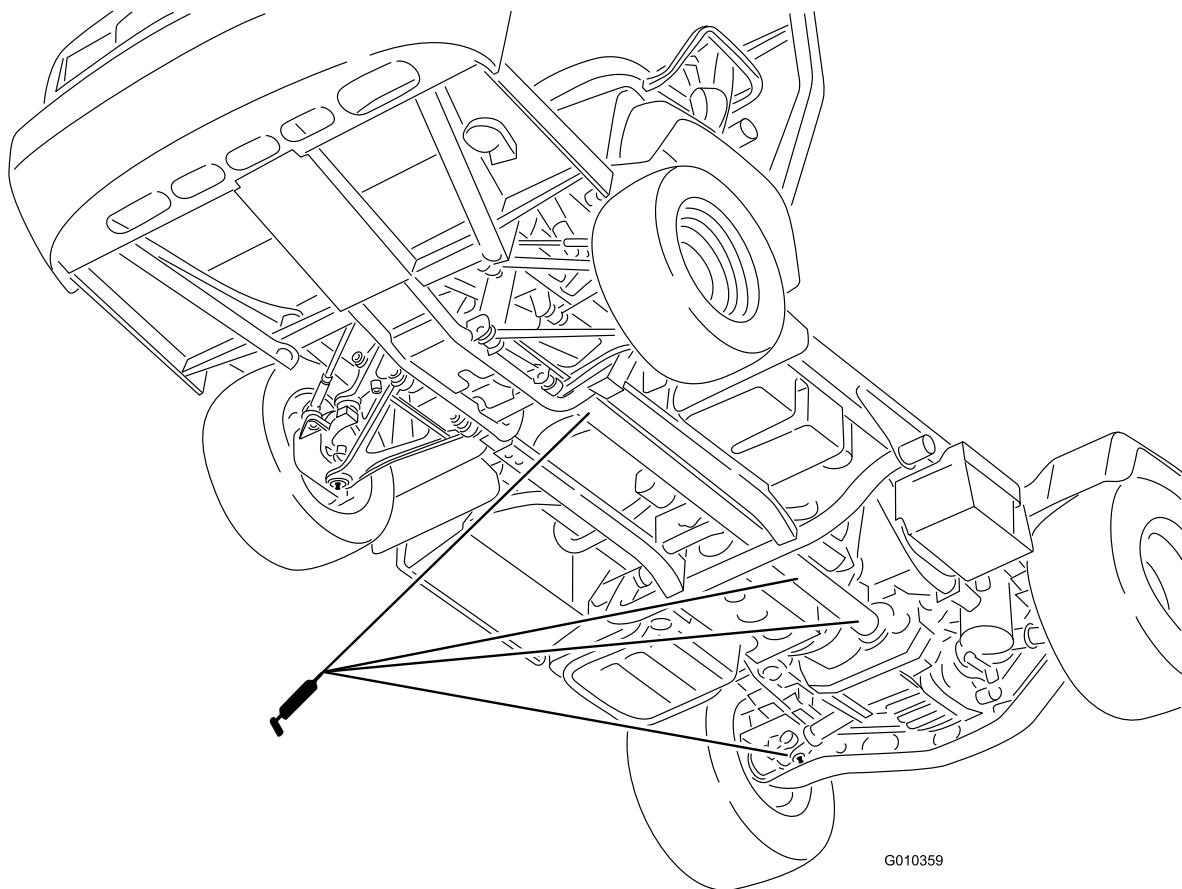

図 41
- ・ Uジョイント (18)、4輪駆動シャフト (3) (図 41)